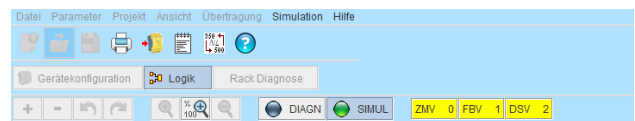

Abbildung 35-1
- Starten Sie die Simulation mit dem Button „SIMUL“. (Abbildung 35-1)